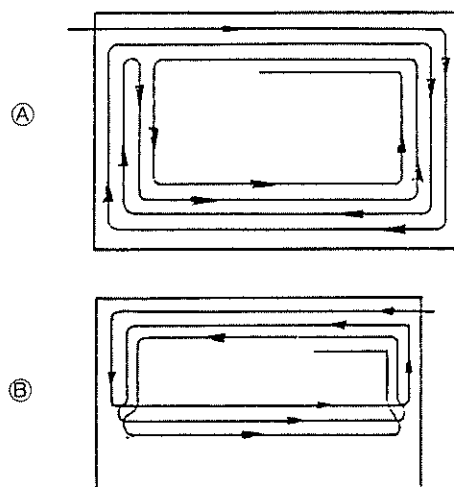

図29 芝刈方法
小さいほ場で周囲に草を排出してよい場合には反時計回りで図29③のような方法で刈ると無駄がありません。